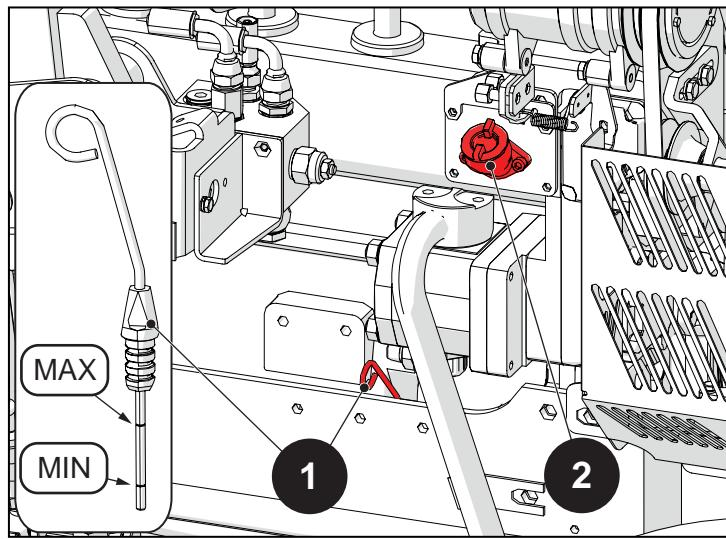

Fig. 6.3
- Revisser le bouchon de remplissage (2).
Ne pas dépasser le niveau MAX indiqué sur la jauge de niveau d'huile (1) (Fig. 6.3).